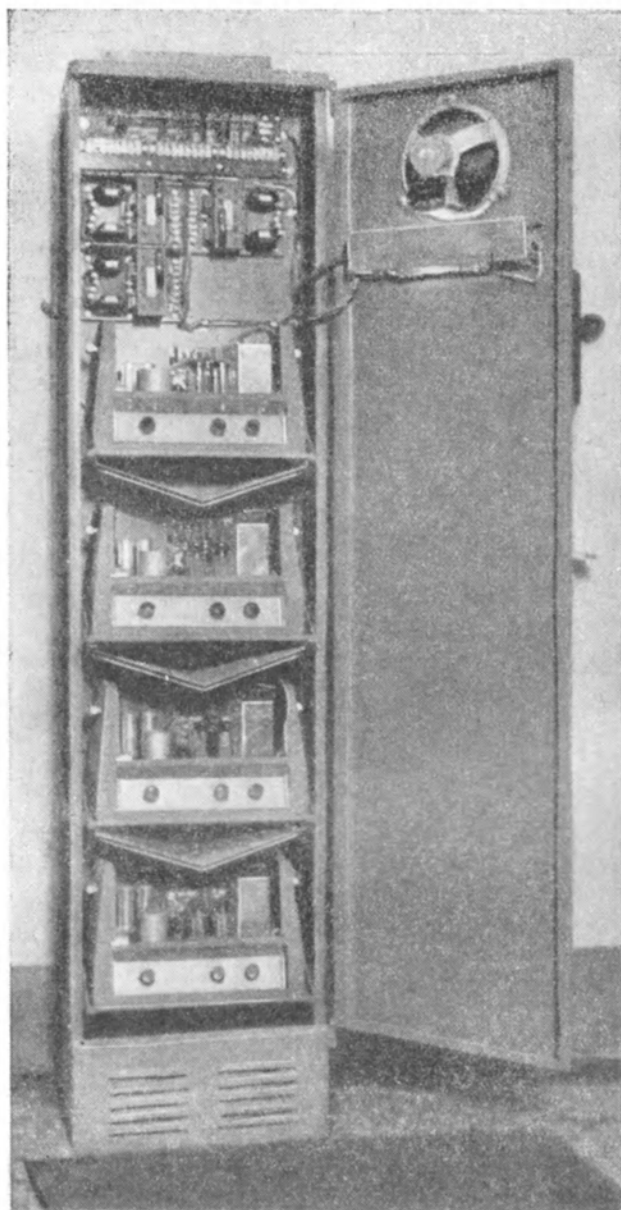

Рис. 9. Стойка оконечных усилителей
3) оконечный усилитель (рис. 9), состоящий из четырех самостоятельных блоков, смонтированных в специальном шкафу-стойке, в верхней части которой вмонтированы выходные разделительные фильтры трех основных каналов, а на дверке — коммутационное устройство для включения усилителя в сеть питания, переключатель контрольного громкоговорителя по каналам и переключатель для перехода с магнитных фонограмм на оптическую. Его габариты: $1950 \times 470 \times 350$ мм.